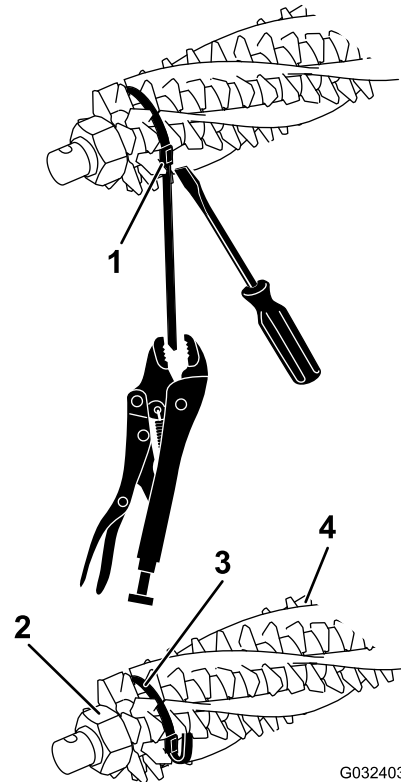
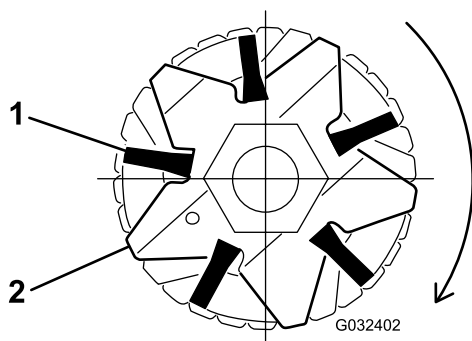

图16
图18
2. 拧松疏草刀轴两端的疏草刀刀片锁紧螺母（图16）。
4. 检查刷子是否固定到疏草刀刀片插槽中（图16 和图18）。
5. 宽松地缠绕箍带，如 图16 所示，绕着疏草刀滚刀轴和刷子，将箍带插入刷子的凹槽中 图18。
注意： 如果清扫机刷子未适当放入刀片插槽，请拧松疏草刀轴两端的疏草刀刀片锁紧螺母，在刀片插槽中适当调整清扫机刷子的位置，然后再拧紧疏草刀刀片锁紧螺母（图16）。
7. 在沿着箍带扣推动螺丝刀时，使用大力钳抓住箍带，拉紧箍带，直至其锁定到刷子凹槽中（图16）。